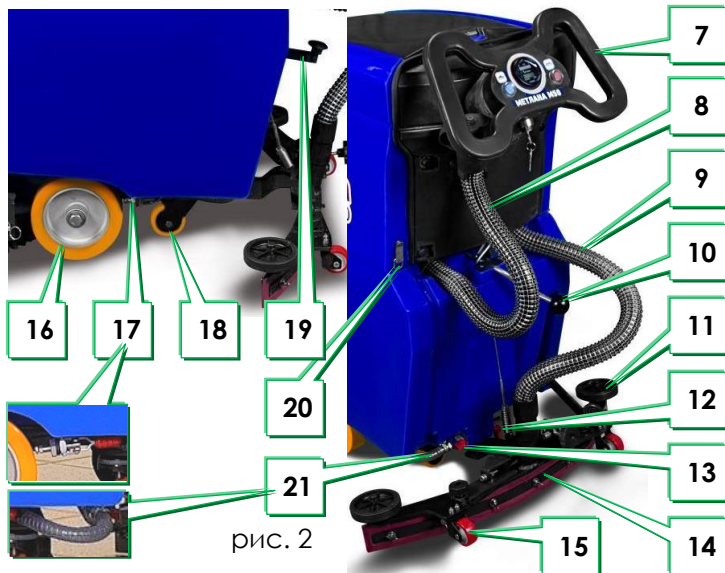
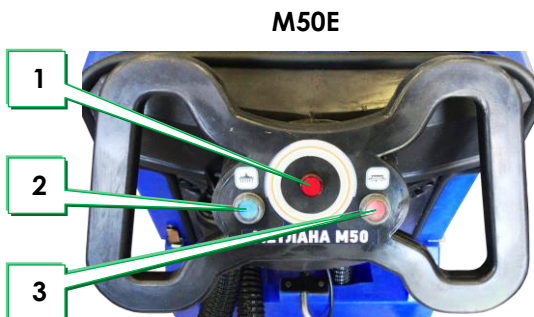

рис. 2
рис. 3
Отдельные части и органы управления машины показаны на рисунках (рис.1 и рис.2):
Элементы панелей управления машины показаны на рисунках (рис.3 и рис.4):
Убедитесь, что ручной стояночный тормоз (рис.2 поз.17) отпущен.
Включите вилку питающего провода, находящегося под рулем машины, в сеть 220В. Загорится красный индикатор (рис.3 поз.1).
Откройте защелку-фиксатор (рис.2 поз.20) и откиньте верхний бак. В аккумуляторном отсеке соедините разъем кабеля АКБ с разъемом кабеля машины.
Установите моющую щетку. Для этого положите щетку на пол щетиной вниз рядом со щеточным узлом (рис.1 поз.6), поднимите щеточный узел нажатием ноги на педаль рычага подъема и опускания щеточного узла (рис.2 поз.19) и передвиньте машину так, чтобы щеточный узел полностью накрыл щетку. Отпустите педаль рычага подъема и опускания щеточного узла. Щеточный узел должен опуститься и придавить щетку к полу. Убедитесь, что ступица крепления щетки попала во фланец, находящийся в центре щетки. Затем, кратковременным включением мотора щетки (включить и выключить кнопку рис.3 поз.3, или рис.4 поз.4) закрепите щетку на машине.
Откройте кран подачи воды, он находится внизу задней части машины (рис.2 поз.13). Подаваться вода (раствор моющего средства) будет сразу на щетку самотеком.
Опустите водосборную балку (рис.1 поз.14), повернув вниз рычаг (рис.2 поз.10) и включите вакуумный мотор (нажать на кнопку рис.3 поз.2, или рис.4 поз.5).
Включите мотор щетки (нажать на кнопку рис.3 поз.3, или рис.4 поз.4). Машина начнет очищать поверхность.
При наполнении бака закройте кран подачи чистой воды и дайте машине продвинуться еще на несколько метров вперед, чтобы собрать остатки вытекшей воды. Выключите мотор привода щетки и поднимите щеточный узел, нажав ногой на педаль рычага (рис.2 поз.19) до упора вниз и немного сдвинув его влево. Щеточный узел должен зафиксироваться в верхнем положении. Затем, поднимите водосборную балку, повернув рычаг (рис.2 поз.10) вверх, и выключите вакуумный мотор. Откатите машину к дренажному трапу или другому месту слива грязной жидкости. Слив осуществляется с помощью шланга (рис.2 поз.8).
- с помощью крана (рис.2 поз.12) слейте остатки воды (моющего раствора) из бака чистой воды;